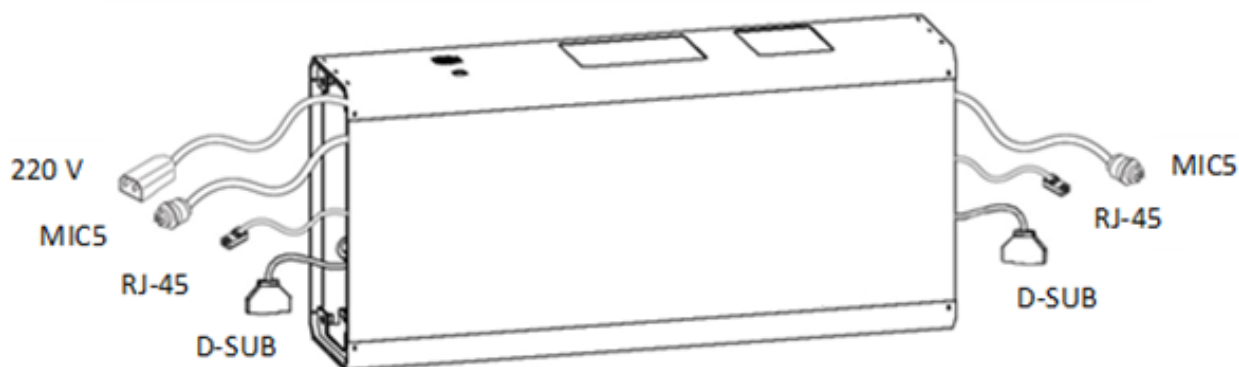

Рисунок 7
- освободить кабели с разъёмами от фиксирующих лент и аккуратно вытянуть кабели за разъёмы через отверстия на боковых торцах центрального блока (рисунок 7);